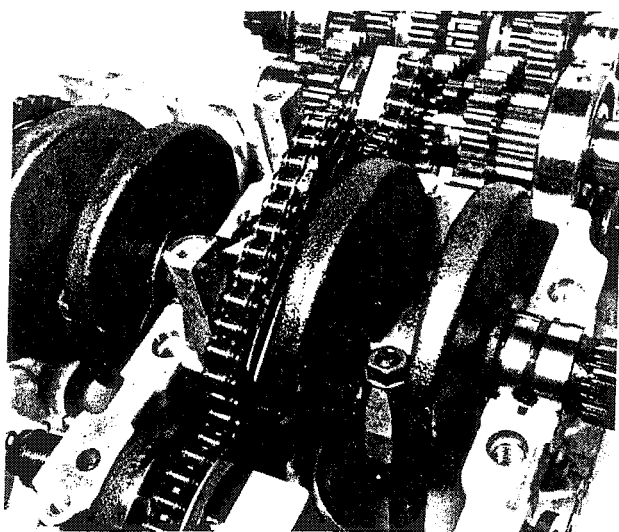
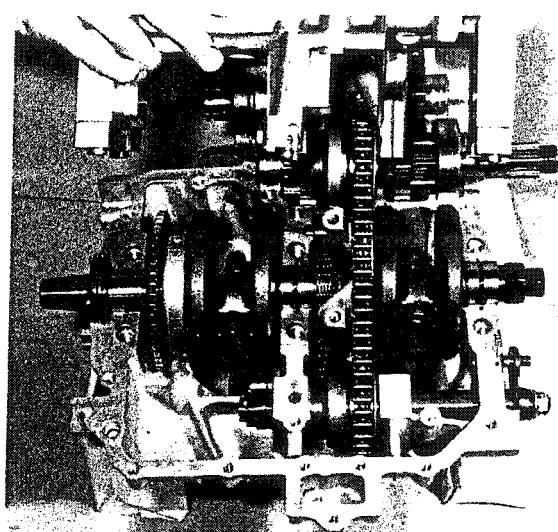

Bild 109
Bild 110
- Die Hauptlagerschalen in den Hauptlagerbock einsetzen und den Sitz der sechs Passbüchsen prüfen. Das Führungsstück der Ausgleichsgewichtkette etwa in der richtigen Lage zur Kette einsetzen (Bild 109). Die Hauptlagerzapfen und Hauptlagerschalen der Kurbelwelle mit sauberem Motorenöl schmieren und den Hauptlagerbock aufsetzen (Bild 110).